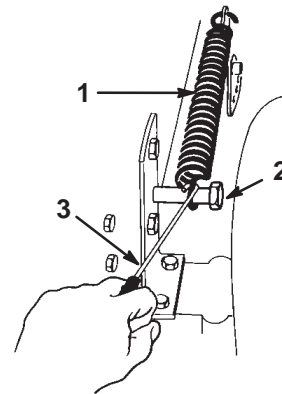

Bild 40
19. Haken Sie die Feder des Schnitthöhenhubs an der Befestigungsschraube ein (Bild 40). Verwenden Sie dazu das mit dem Traktor mitgelieferte Federwerkzeug.